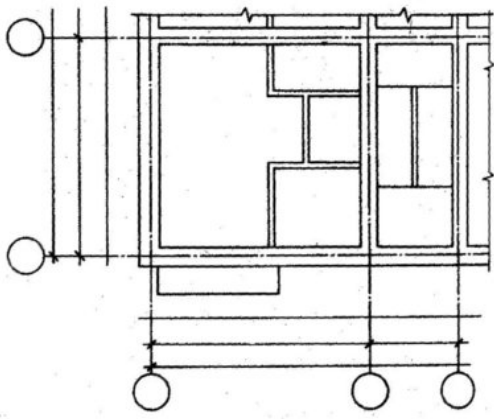

Рис.2 - Нанесение на плане стен здания
5) Вычертить контуры наружных и внутренних капитальных стен здания и колонн, если они имеются (рисунок 2) по ГОСТ 21.501-93.